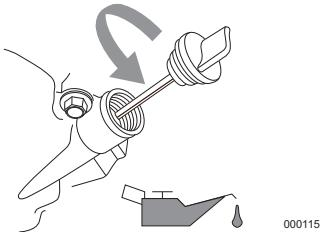

Imagen 4-1. Llenado de aceite de motor
4. Retire el tapón de llenado de aceite y limpie la varilla de medición. Consulte la **Imagen 4-1**.